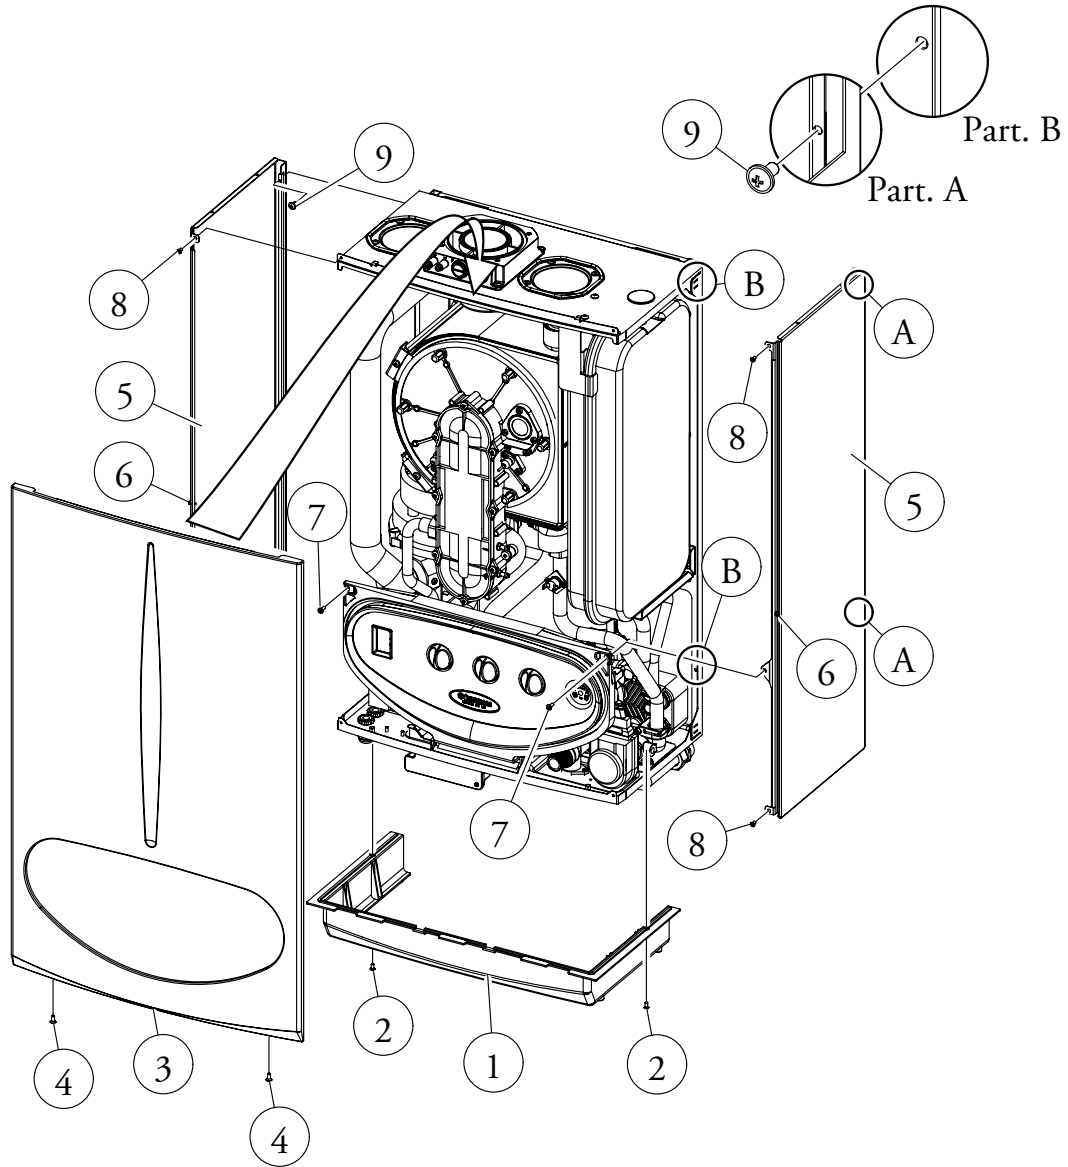

Fig. 3-6
- smontare la griglia in plastica inferiore di protezione (1) (non presente sulle versioni Intra);
- svitare le due viti (4) presenti nella parte inferiore della facciata mantello (3);
- Sganciare i fissaggi centrali (6) esercitando una leggera pressione nella zona mediana della fiancata (5);
- tirare leggermente la facciata mantello nella parte inferiore verso se stessi e nel contempo spingere verso l'alto (Fig. 3-6);
- svitare le 2 viti frontali del cruscotto (7);
- svitare le viti (8) presenti nella parte frontale delle due fiancate (5);
- tirare leggermente le fiancate verso l'esterno e mediante un cacciavite a punta lunga svitare le due viti posteriori (9).